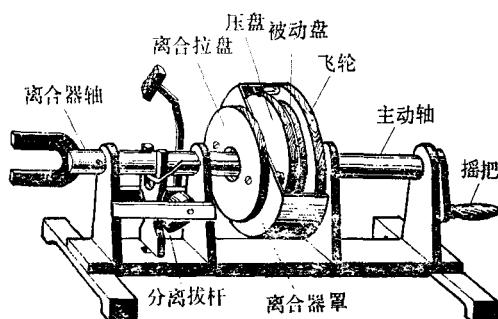

图3 离合器模型
模型主要由主动部分、被动部分和操纵部分组成，全貌如图3所示。
**7. 组装** 以上零件做完后,都安装在一个木架上,木架形状见图 3。安装步骤如下: